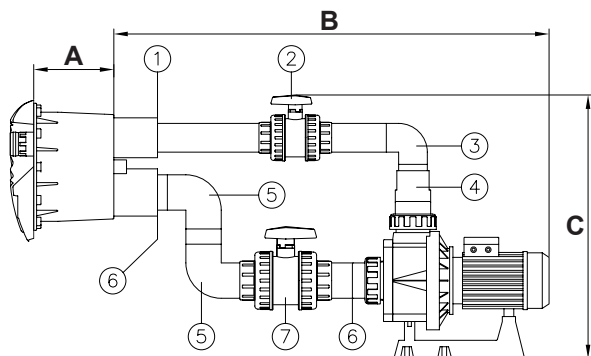

Fig. 6
- Encolar el casquillo reducido de 75x63 mm. (nº 1, fig. 6) en la toma de impulsión del nicho (ver fig. 6).
- Encolar un tubo Ø 63mm (\*) al casquillo reducido (nº 1, fig. 6).
- Encolar la válvula Ø 63mm. (nº 2, fig. 6) al tubo Ø 63mm (\*).
- Encolar un tubo Ø 63mm (\*) a la válvula Ø 63mm (nº 2, fig. 6).
- Encolar codo Ø 63mm. (nº 3, fig. 6) al tubo Ø 63mm (\*).
- Encolar tubo Ø 63mm (\*) al codo (nº3, fig.6).
- Encolar reducción cónica 90/75/63 mm. (nº 4, fig. 6) al tubo Ø 63mm (\*) y al racor de la bomba Ø 90mm.
- Encolar el casquillo reducido de 90x75 mm. (nº 6, fig. 6) en la toma de aspiración del nicho (ver fig. 6).
- Usando un tubo Ø 75mm (\*) encolar un codo Ø 75mm. (nº 5, fig. 6) al casquillo reducido (nº 6, fig. 6).
- Usando un tubo Ø 75mm (\*) uniremos el otro codo Ø 75mm. (nº5, fig. 6) al codo ya encollado (ver fig. 6).
- Encolar la válvula Ø 75mm (nº7, fig. 6) al codo (nº 5, fig. 6) usando un tubo Ø 75mm. (\*) para unirlos.
- Encolar un tubo Ø 75mm (\*) a la válvula (nº 7, fig. 6).
- Encolar un casquillo reducido 90x75 mm. (nº 6, fig. 6) al tubo Ø 75mm. (\*) y al racor de la bomba Ø 90mm.